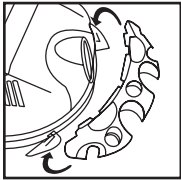

FIGURE 8
8. Placez-vous derrière l'appareil. Saisissez le porte-outils et positionnez-le avec les onglets face au dos de l'appareil. **FIGURE 8.**